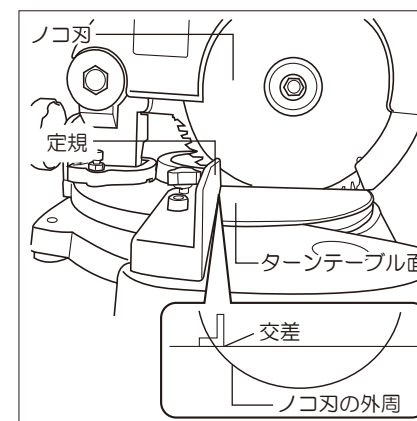

図20
- ノコ刃の外周が、定規とターンテーブルの上面の交差する位置より下がった位置にしてください。(図20参照)